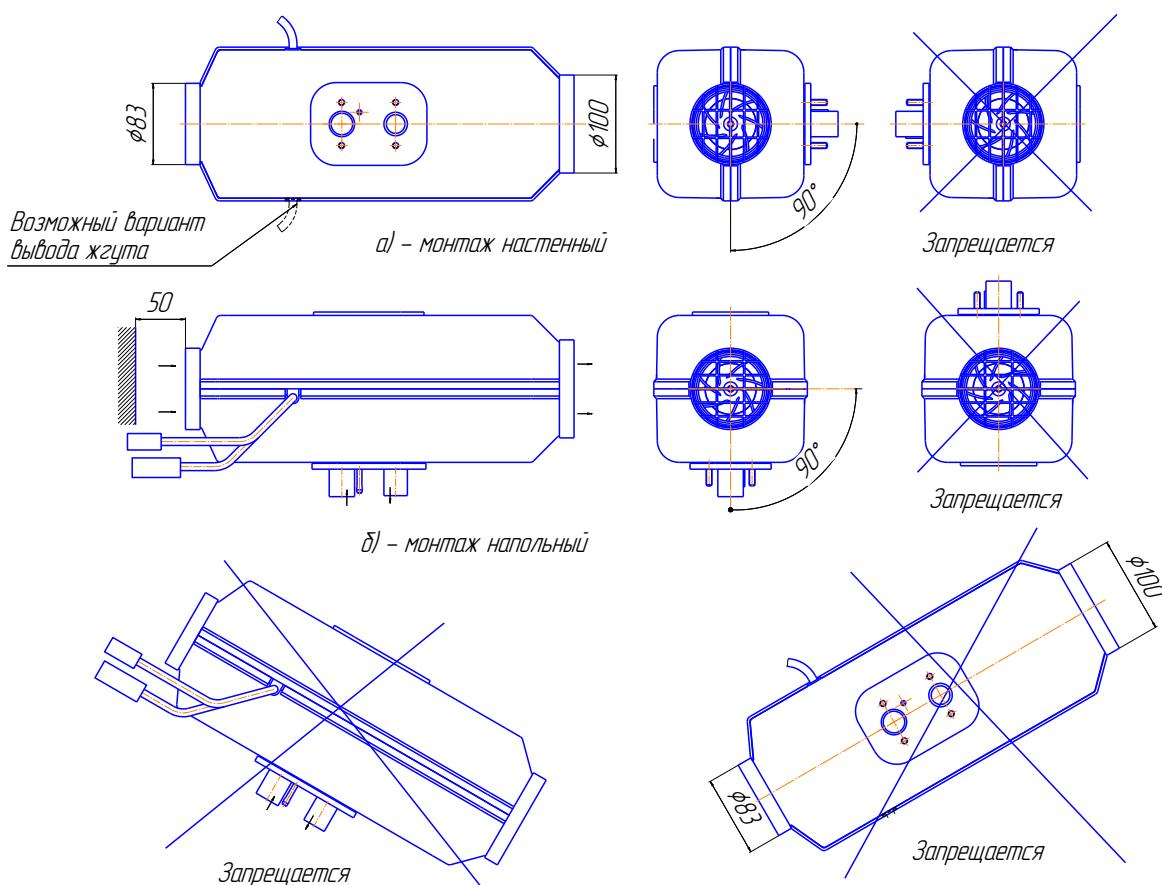
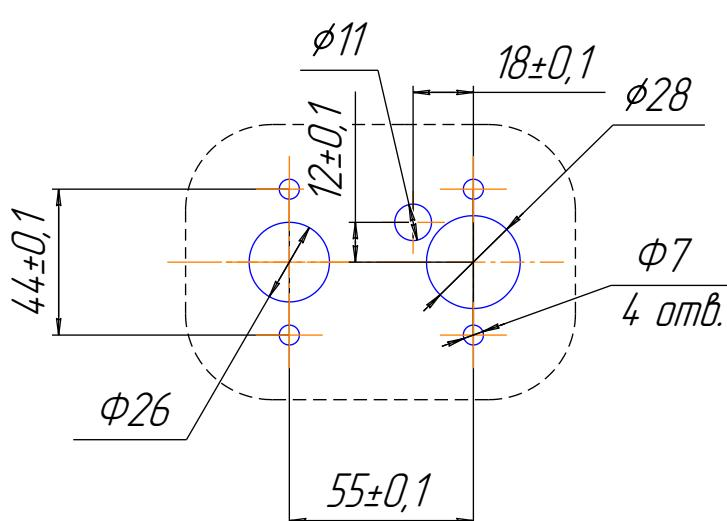

Рис. 7.1 – Варианты установки нагревателя
Рис. 7.2 – Монтажные отверстия для установки нагревателя
Монтаж нагревателя производить с учётом допустимых рабочих положений в соответствии с рис. 7.1 внутри помещения или кабины автомобиля. На рис.7.1 показаны два крайних монтажных положения нагревателя. Входное отверстие нагревателя должно располагаться таким образом, чтобы в обычных рабочих условиях не могли подсасываться выхлопные газы двигателя автомобиля и отопителя. Расстояние от стенок, перегородок до торца входного отверстия нагревателя должно быть не менее 50 мм (см. рис.7.1). Расстояние от стенок до торца выходного отверстия нагревателя должно быть не менее 250мм. При монтаже и эксплуатации нагревателя необходимо предусмотреть защиту от попадания посторонних предметов во входное и выходное отверстия. Монтаж нагревателя проводить с учетом доступности демонтажа нагревателя, что приведет в конечном итоге к быстрому техническому обслуживанию. Для монтажа нагревателя отверстия в корпусе АТС производить согласно рис. 7.2.
**ВНИМАНИЕ !! Надежная работа отопителя зависит от правильного монтажа нагревателя. Нагреватель должен устанавливаться горизонтально согласно Рис. 7.1.**
Рис. 7.1а – Оставьте свободное пространство